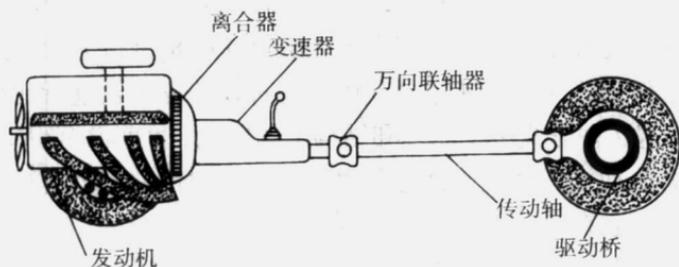

图 1-4 汽车后驱动示意图
(1) 后驱动变速器：后轮驱动的汽车，其发动机一般布置在车身的前半部，纵向放置，它的变速器安装在发动机后方。因为后轮是驱动轮，所以它的驱动桥与变速器是分开的，它们之间必须依靠一根很长的纵向传动轴和万向联轴器连接，如图 1-4 所示。